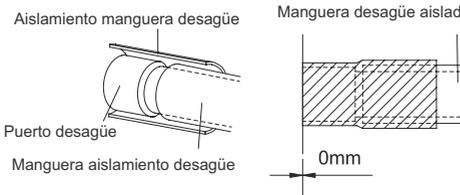

Fig.28
- (9). Asegúrese de que aísla el puerto de evacuación y la manguera está conectada (Fig.28)